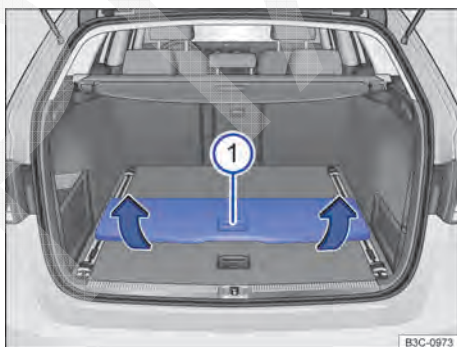

Fig. 130 No compartimento de bagagem: desinstalar o assoalho do compartimento de bagagem móvel.
- Manter o botão pressionado na alça ⇒ Fig. 130 ① e, segurando pela alça, levantar o assoalho do compartimento de bagagem móvel para fora dos trilhos, no sentido da seta ⇒ Fig. 130.